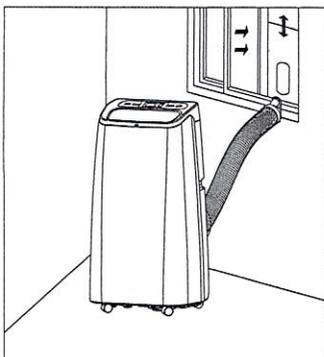

Figure 5
- 2) Etirez le tuyau et positionnez son extrémité aplatie dans l'ouverture oblongue de la plaque de fermeture de la fenêtre (comme indiqué dans les Figures 5 et 6).